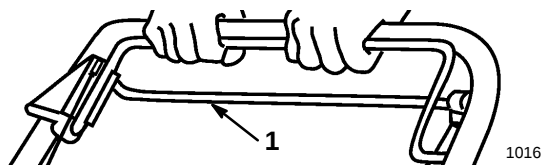

Figure 9
2. Pour débrayer le système de traction, lâcher la barre de commande de traction (Fig. 9), et pousser la tondeuse pour la faire avancer d'au moins 2,5 cm (1").